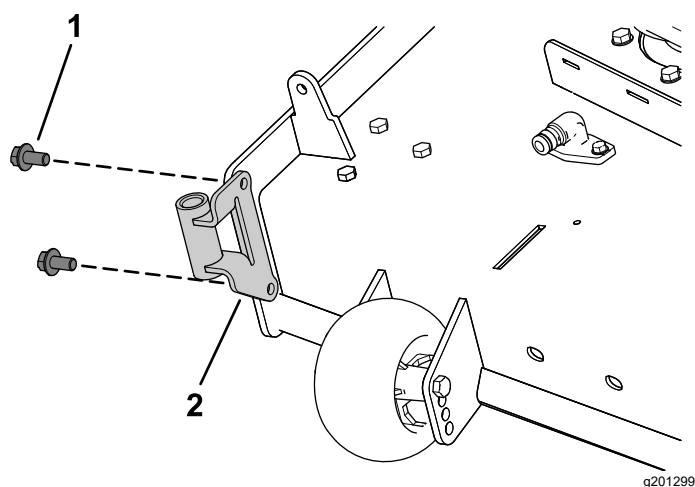

Figura 7
1. Montate il supporto del soffiatore sul piatto di taglio utilizzando 2 viti esagonali a testa rondella ($\frac{3}{8}$ " x $\frac{3}{4}$ "), come illustrato nella Figura 7.